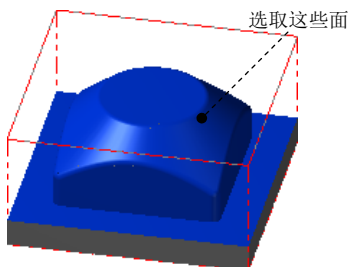

图 6.6 选取加工面
(1) 选取加工面。在图形区中选取图 6.6 所示的所有面（共 23 个面），然后按 Enter 键，系统弹出“刀具路径的曲面选取”对话框。